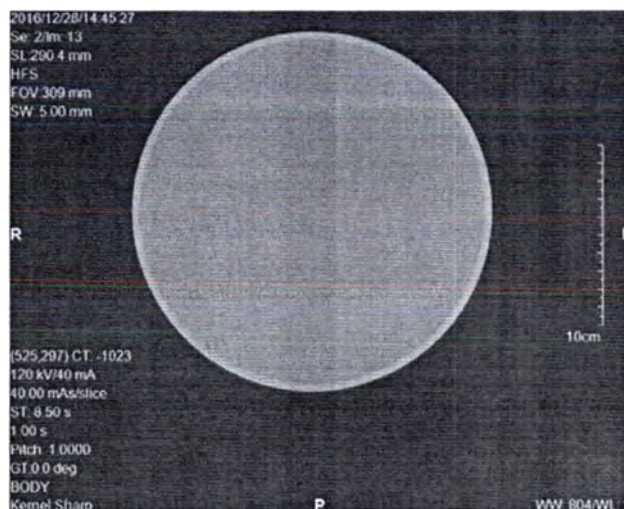

Рисунок 55 Полученное изображение среза при сканировании без введения контрастного вещества
9. После завершения экспозиции, в поле отображения (см. рис. 45-1) появится полученное изображение (см. рис. 55).
Окно просмотра и работы с изображением представлено ниже на рис. 55.